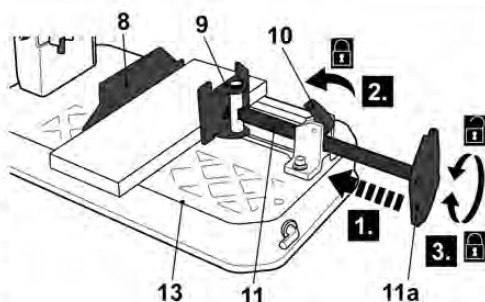

Fig. 8
- > Coloque la pieza de trabajo sobre la mesa de corte (13) entre el tope-guía (9) y el calibrador de inglete (8).
- > Deslice el tornillo de banco (11) hacia delante hasta que el calibrador de inglete (8) se apoye contra el borde de la pieza de trabajo (Fig. 8, paso 1).
- > Acople la palanca de desbloqueo (10) (Fig. 8, paso 2).
- > Gire la manivela (11a) en sentido horario para fijar la pieza de trabajo de forma segura (Fig. 8, paso 3).